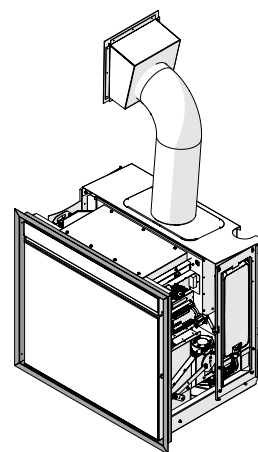

Abb. 43
- Abschlussrahmen für Gipskarton (**Abb. 43**).